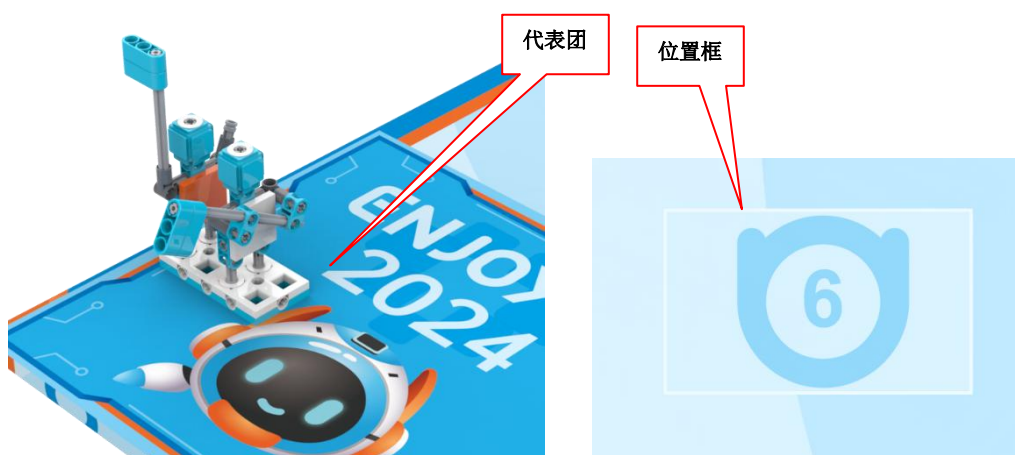

图 4 初始状态
3.2.1 基地内有代表团正在等待入场，入场位置在 6 号区域，如图 4。